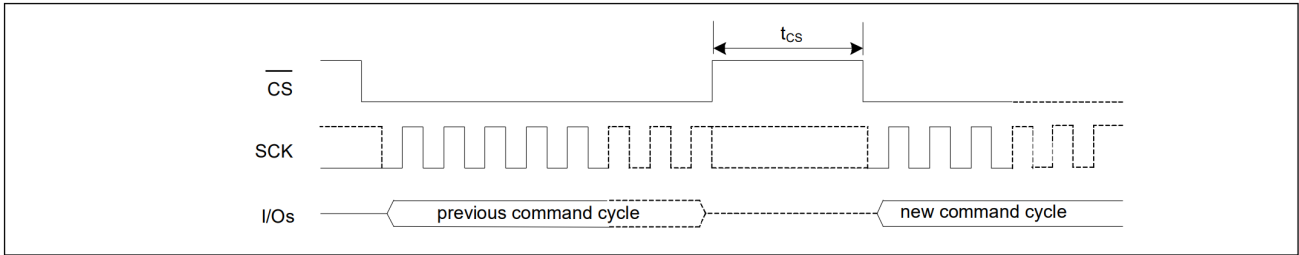

图 117 芯片取消选择 (CS HIGH) - t_{CS} 时序
24. t_{CS} 是在特定SPI模式（SPI、DPI 或 QPI）下，新指令周期开始前芯片取消选择（ $\overline{\text{CS}}$ 高电平）的最小时间。此参数确保在主机启动新指令周期之前，先前的操作已成功完成。请参阅图 117。
24. t_{CS}是在特定SPI模式（SPI 、 DPI 或 QPI）下，新指令周期开始前芯片取消选择（ $\overline{\text{CS}}$ 高电平）的最小时间。此参数确保在主机启动新指令周期之前，先前的操作已成功完成。请参阅图 117。
29. t_{CS} 是在特定SPI模式（SPI 或 QPI）下，新指令周期开始前芯片取消选择（ $\overline{\text{CS}}$ 高电平）的最小时间。此参数确保在主机启动新指令周期之前，先前的操作已成功完成。请参阅图 117。
29. t_{CS} 是在特定SPI模式（SPI 或 QPI）下，新指令周期开始前芯片取消选择（ $\overline{CS}$ 高电平）的最小时间。此参数确保在主机启动新指令周期之前，先前的操作已成功完成。请参阅图 117。